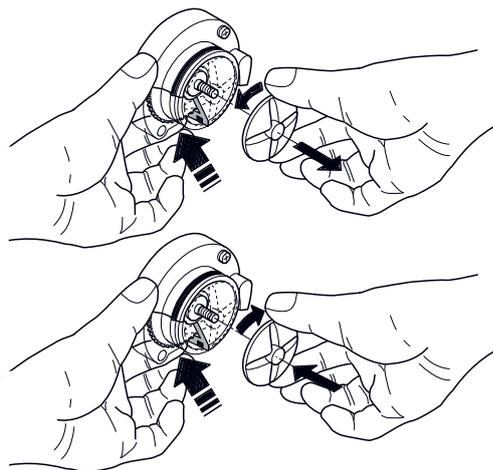

Fig. 9
- Démontez les ventilateurs : il suffit de bloquer avec un doigt (voir fig. 9) le disque monté sur l'arbre du mixeur et de faire tourner le ventilateur en le dévissant.